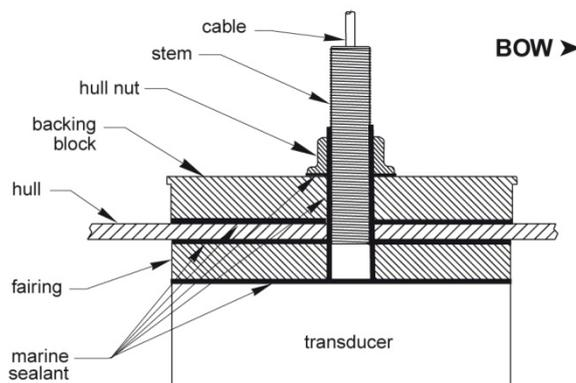

Figure 5. Bedding and installing (SS260 with Std. Fairing shown)
1. Retirer l'écrou de la coque (voir Figure 5).
Standard-Carénage Si un carénage est utilisé, le siège du transducteur fermement dans / contre le carénage avec un mouvement de torsion de pousser. Appliquer une 2mm (1 / 16 ") épaisse couche de mastic marin à la surface de la carénage qui sera en contact de la coque et la surface du support bloc qui prendra contact avec la coque (voir Figure 5).